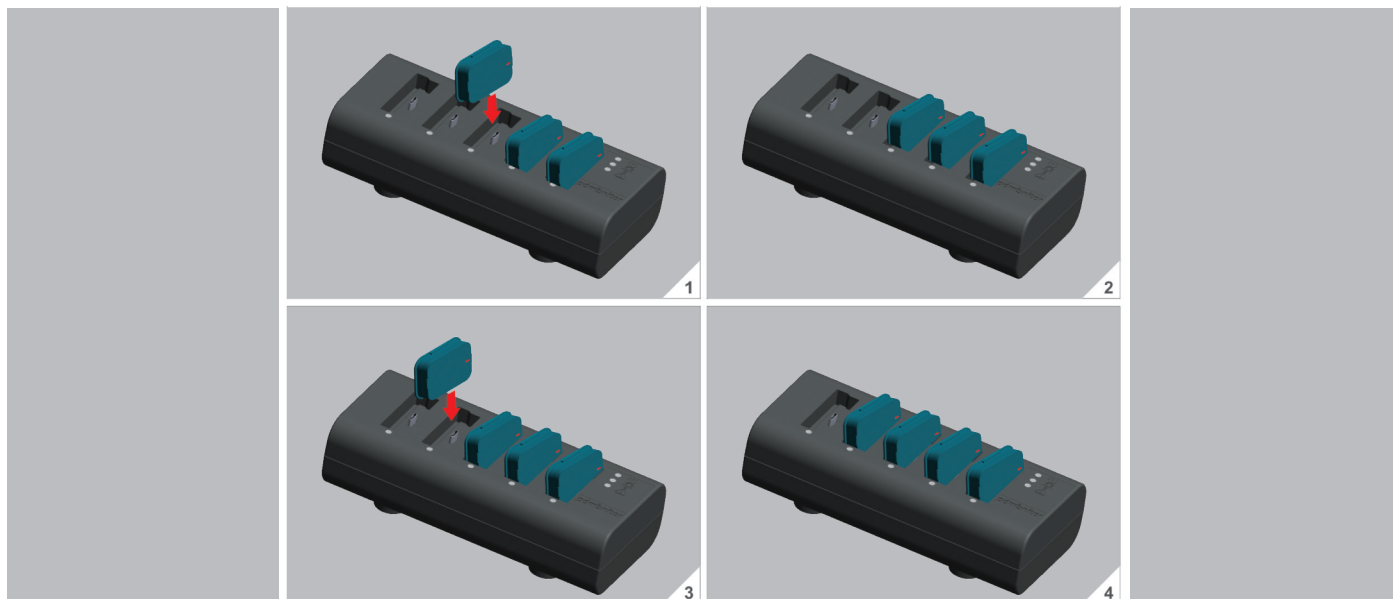

Figure 21: Mise en place des dispositifs de suivi dans les emplacements libres de la SmartBox
- Placez les dispositifs de suivi dans les emplacements de la SmartBox comme illustré par la Figure 21